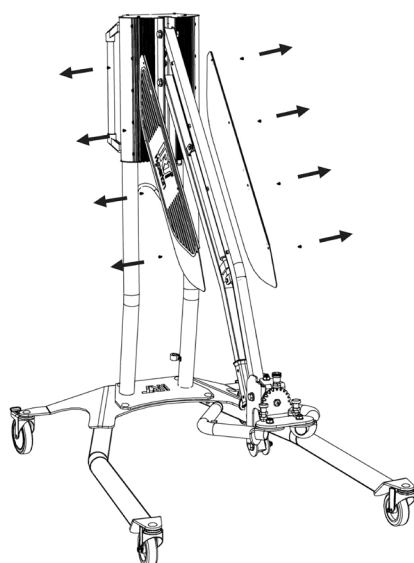

Abb. 1
1. Entfernen Sie die vier Schrauben, mit denen die Platte an beiden Seiten des Arms gehalten wird. (Abb. 1)
4. Nehmen Sie die Sperrringe und die beiden Stifte heraus. Schieben Sie die Gasdruckfeder etwas nach oben/nach vorne und nehmen Sie sie heraus. (Abb. 1)